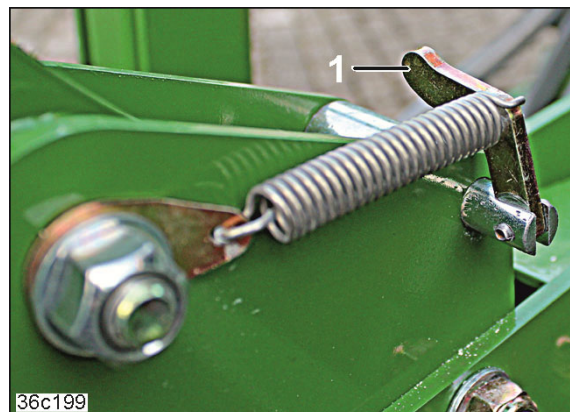

Fig. 204
3. Pivotați mânerul (Fig. 204/1) în sus.